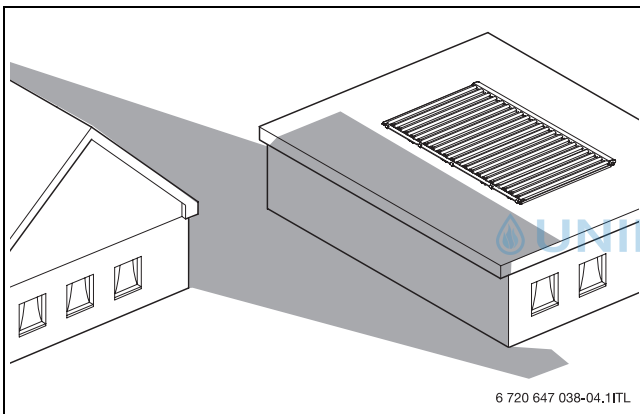

Bild 13 Beschattungen vermeiden
- Beschattungen des Kollektorfelds durch Nebengebäude, Bäume usw. vermeiden (→ Bild 13).